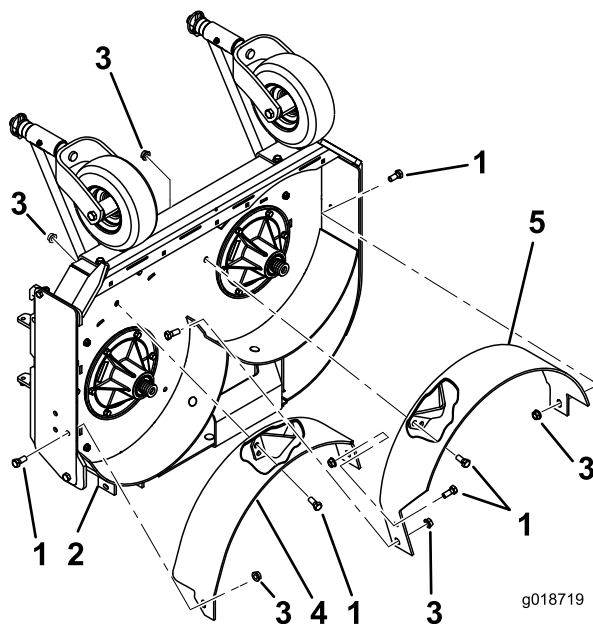

Figura 6
2. Sujete provisionalmente el deflector derecho a la carcasa de corte con 1 perno (3/8 x 7/8 pulgada) y 1 tuerca con arandela prensada (3/8 pulgada) (Figura 6).
3. Sujete provisionalmente el deflector derecho a la placa de descarga con 1 perno (3/8 x 7/8 pulgada) y 1 tuerca con arandela prensada (3/8 pulgada) (Figura 6).
5. Sujete provisionalmente el deflector izquierdo a la carcasa de corte con 2 pernos (3/8 x 7/8 pulgada) y 2 tuercas con arandela prensada (3/8 pulgada) (Figura 6).
6. Sujete provisionalmente el deflector izquierdo a la pared izquierda de la carcasa de corte con 1 perno (3/8 x 7/8 pulgada) y una tuerca con arandela prensada (3/8 pulgada) (Figura 6).
7. Sujete provisionalmente el deflector izquierdo al deflector derecho con 1 perno (3/8 x 7/8 pulgada) y 1 tuerca con arandela prensada (3/8 pulgada) (Figura 6).
6. Apriete todos los pernos y las tuercas de los deflectores (Figura 6).